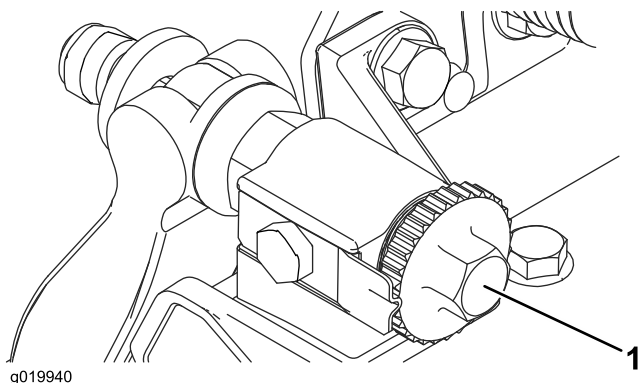

図 16
1. カッティングユニットを平らな水平の作業台の上に置く。ベッドバー調整ねじを左に回してベッドナイフとリールの接触をなくす 図 16。